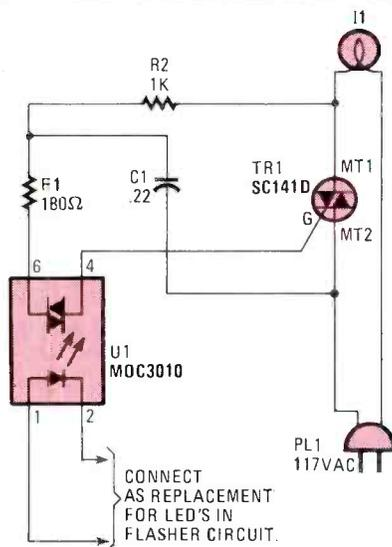

Fig. 4
**PARTS LIST FOR THE BRIGHT LIGHT DRIVER (FIG. 4)**